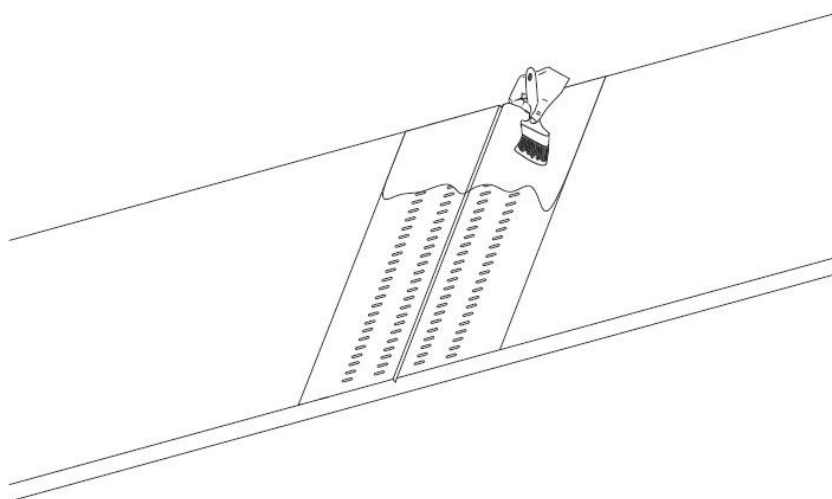

Рис. 8. Нанесение праймера 3М 94 поверх стыка
6. Нанесите при помощи кисти ровным слоем праймер 94 на тканевые прокладки и головки механических соединителей в области стыковки обеих половин стыкуемой ленты. При этом следует осуществить заход на 50 мм на рабочую поверхность конвейерной ленты по обе стороны стыка. Подождите 5 минут, пока он просохнет (см. рис. 8).